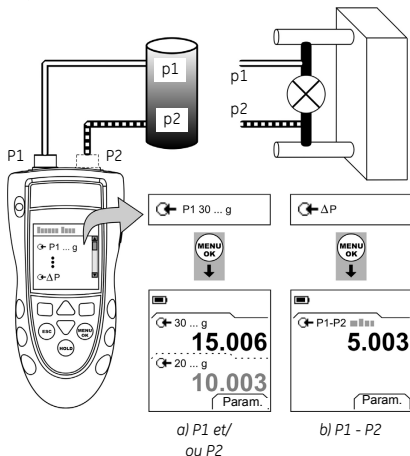

Figure 2 : Exemple de configuration - Mesure de pression
1. Connecter l'instrument (Figure 2) et, si nécessaire, régler la *Configuration* (Tableau 1).
Les exemples de la Figure 2 indiquent :
1. Raccorder l'instrument au testeur de pression (Figure 2).